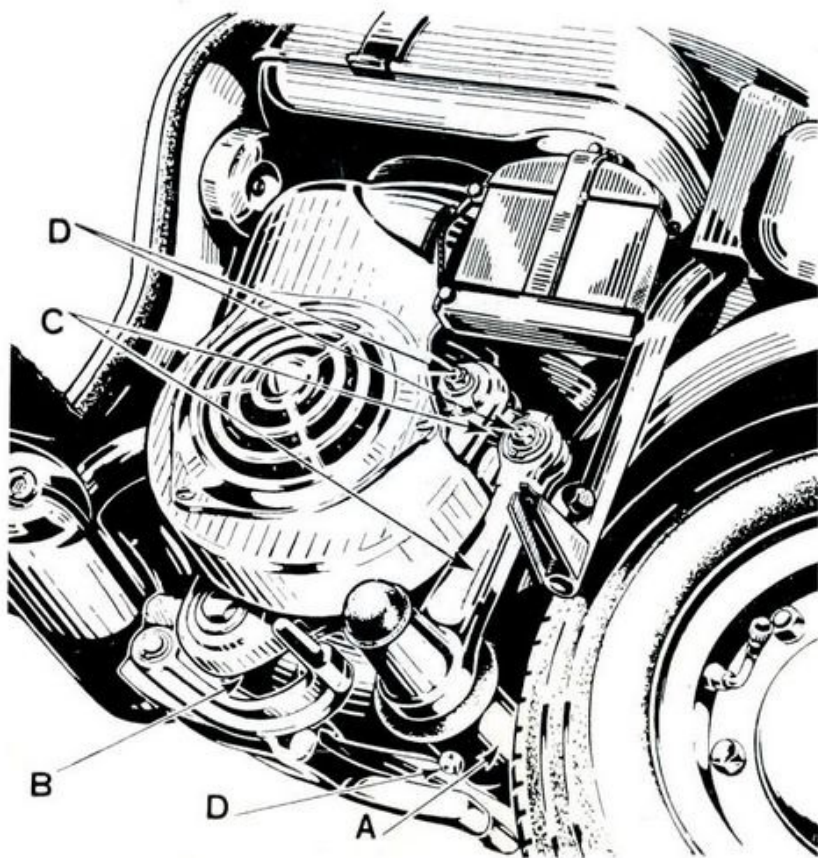

Fig. 3
Posteriore (fig. 3): con lungo braccio oscillante, costituito dal carter di trasmissione imperniato su un robusto occhio (B) ricavato sul telaio; detto braccio carica, col suo movimento, una barra di torsione in acciaio speciale ad alta resistenza sistemata in apposita sede (A). Le oscillazioni del gruppo motore non vengono trasmesse